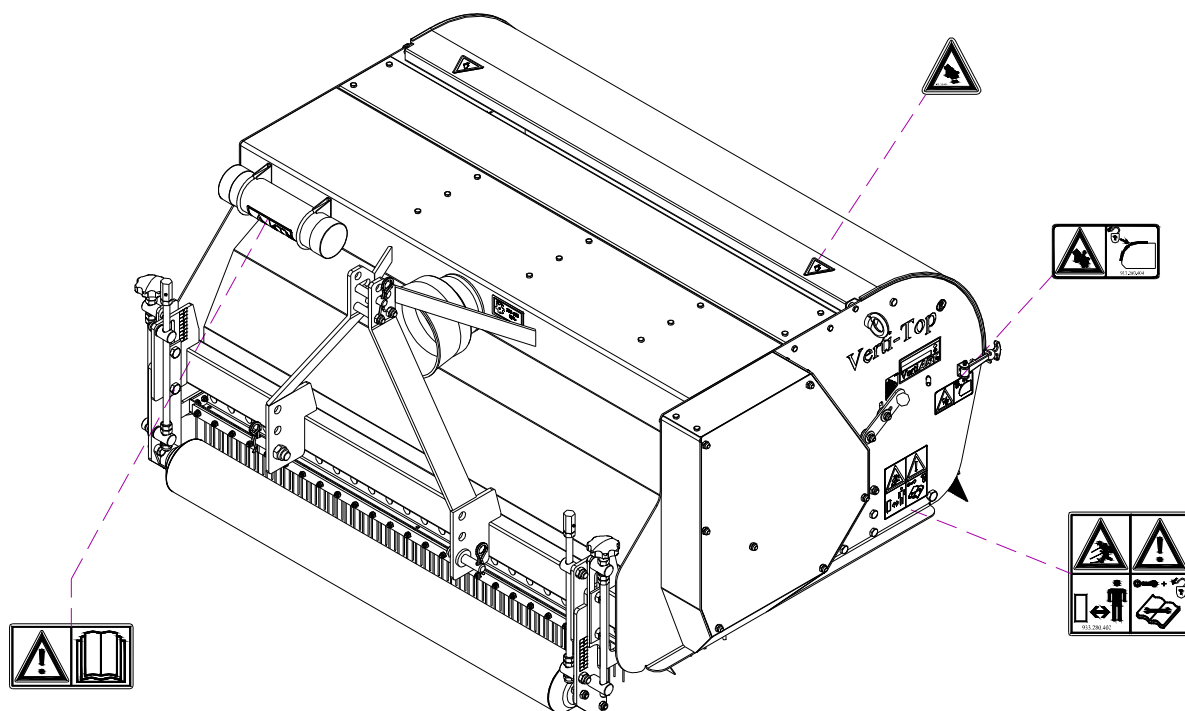

Fig. 7
Nos dois lados da Verti-Top estão presentes etiquetas de segurança (Fig. 4,5,6) na placa lateral e na cobertura traseira (Fig. 7) , com um significado símile. Estas etiquetas de protecção deverão ser sempre visíveis e legíveis e deverão ser substituídas quando estiverem danificadas.
- (7) Colocação das etiquetas de protecção (em ambos lados da maquina) . (Fig. 7)